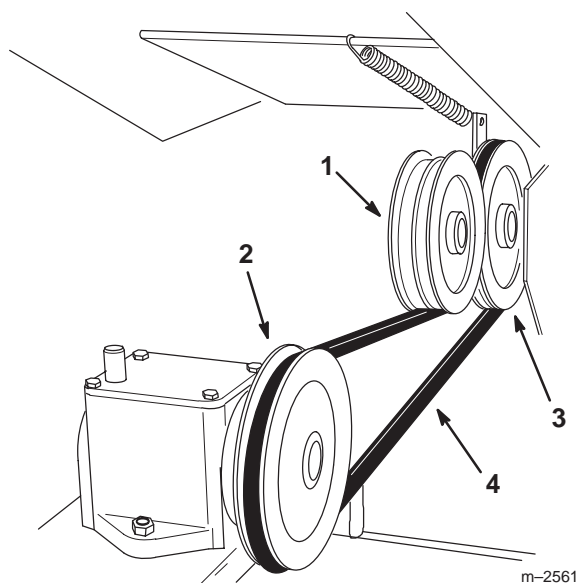

Figure 28
2. Soulevez la poulie folle et installez la courroie d'entraînement sur la poulie de sortie du groupe de déplacement et la poulie d'entrée du boîtier d'engrenages (Fig. 28).
3. Relâchez la poulie folle pour lui permettre de revenir en haut de la courroie d'entraînement (Fig. 28).